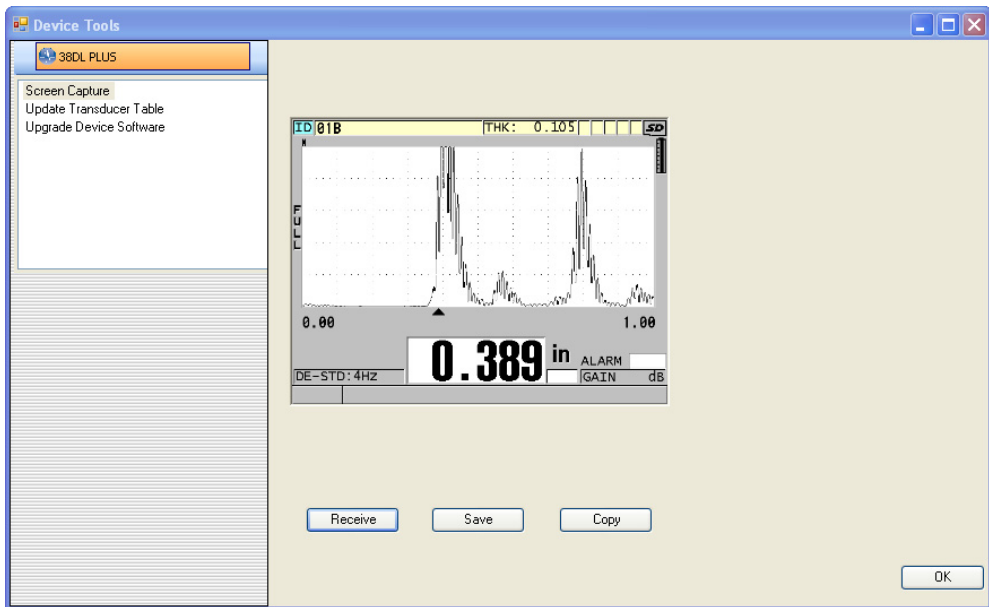

図 14-11 画面キャプチャ機能のある Device Tools (デバイスツール) ダイアログボックス
- Device Tools (デバイスツール) ダイアログボックス** (279 ページの図 14-11 参照) で、**Screen Capture (スクリーンキャプチャ)** を選択肢、**Receive (受信)** をクリックします。